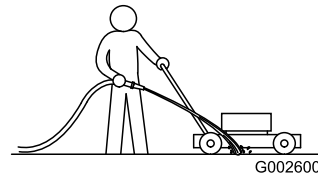

Bild 15
3. Lassen Sie den Motor bei eingekuppeltem Messer laufen und sprühen Sie Wasser vor das **rechte** Hinterrad (**Bild 15**).